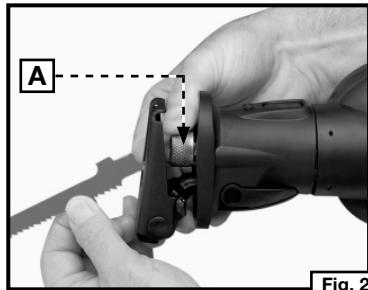

Fig. 2
3. Para abrir el seguro de segueta: gire y sujeté el collar de seguridad de la segueta (A) Fig. 2, en el sentido contrario a las manecillas del reloj (mirando la sierra por enfrente).